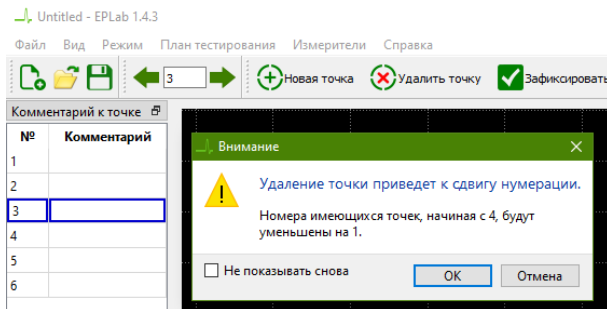

Рисунок 32. Удаление точки в ПО EPLab.
11. Для удаления точки выделите ее на изображении или в таблице блока "Комментарий к точке" и нажмите клавишу "Del". Также можно воспользоваться контекстным меню таблицы блока "Комментарий к точке", выбрав пункт "Удалить точку". Нумерация точек изменится (Рисунок 32).